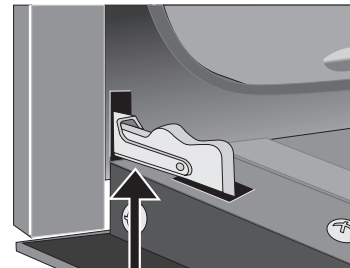

Figure 33 : Verrous des charnières de porte
2. Tirer les verrous des charnières de gauche et de droite complètement vers le bas du cadre de four, vers la porte du four (voir Figure 33). Il peut être nécessaire d'utiliser un tournevis plat.
4. Pousser les verrous de charnière vers le haut et de part et d'autre du cadre de four à la position de verrouillage (voir Figure 33).